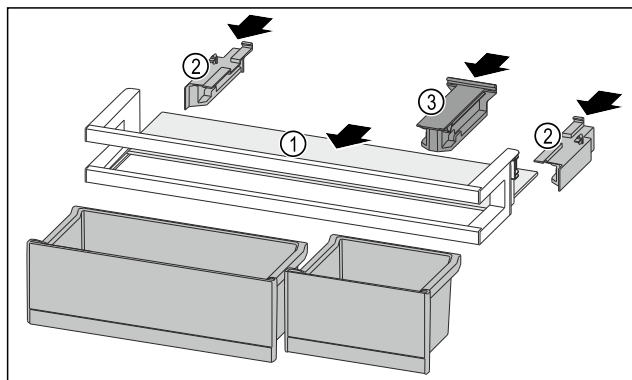

Fig. 130
- Draagplateau Fig. 130 (1) in de zijdelingse inkepingen schuiven.
- Zijdelen Fig. 130 (2) plaatsen.
- Bevestigingsdeel Fig. 130 (3) plaatsen.